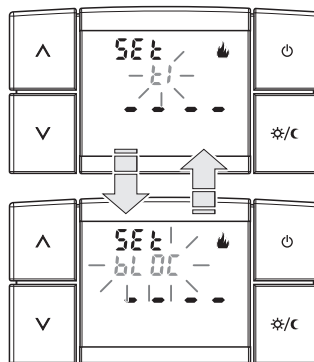

fig. 34
- En entrant dans la première page-vidéo, les inscriptions **t1** et **bLOC** s'affichent alternativement en clignotant et 4 tirets fixes (-----) fig. 34.
- pour éliminer le blocage précédemment configuré, appuyer sur les touches **▲** ou **▼** jusqu'à visualiser « ----- » (exemple sur la fig. 34).